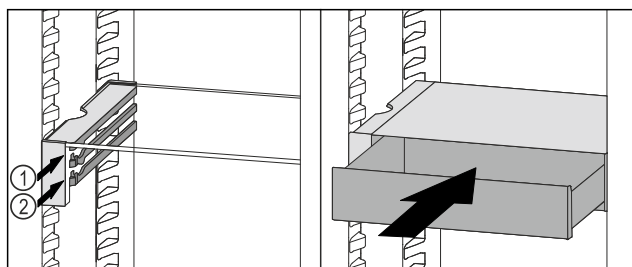

Fig. 129
- Поставете чекмеджето на VarioSafe зад ограничителите върху желаното ребро Fig. 129 (1) или Fig. 129 (2).